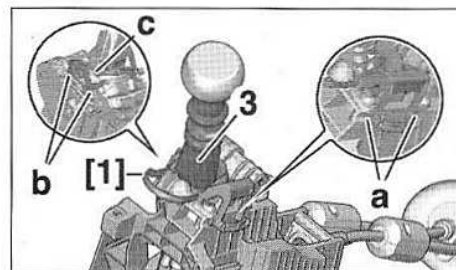

FIG.19
- Immobiliser le levier de vitesses à l'aide de l'outil [1] (Fig.19).
- Placer le verrou de marche arrière (3) en appui sur la cale de l'outil [1] en (c).